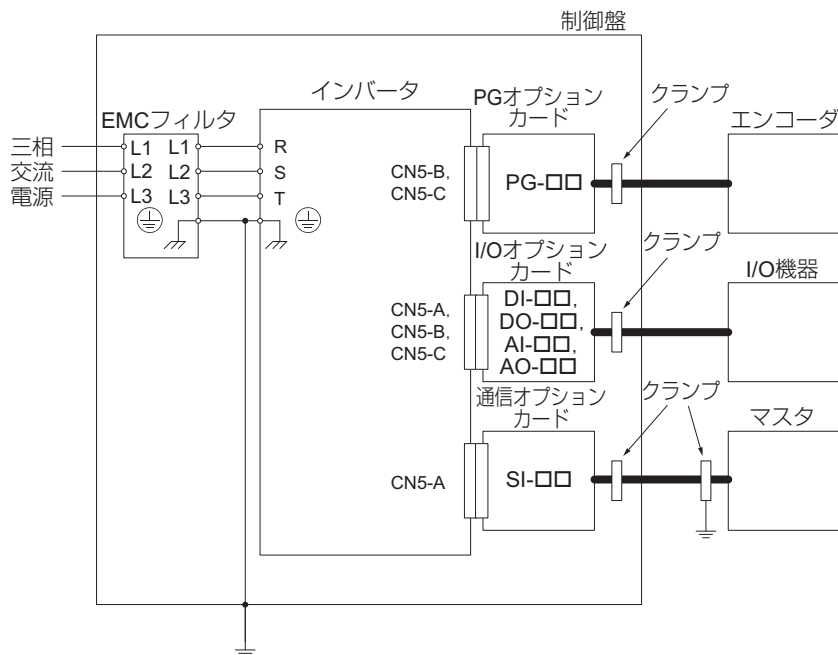

図 36 オプションカードの設置方法 (1000 シリーズ, GA700, GA800, CR700, CH700, LA700 の場合)
2. 配線はできるだけ短くします。なお、図 36、図 37 に従ってシールドを接地します。